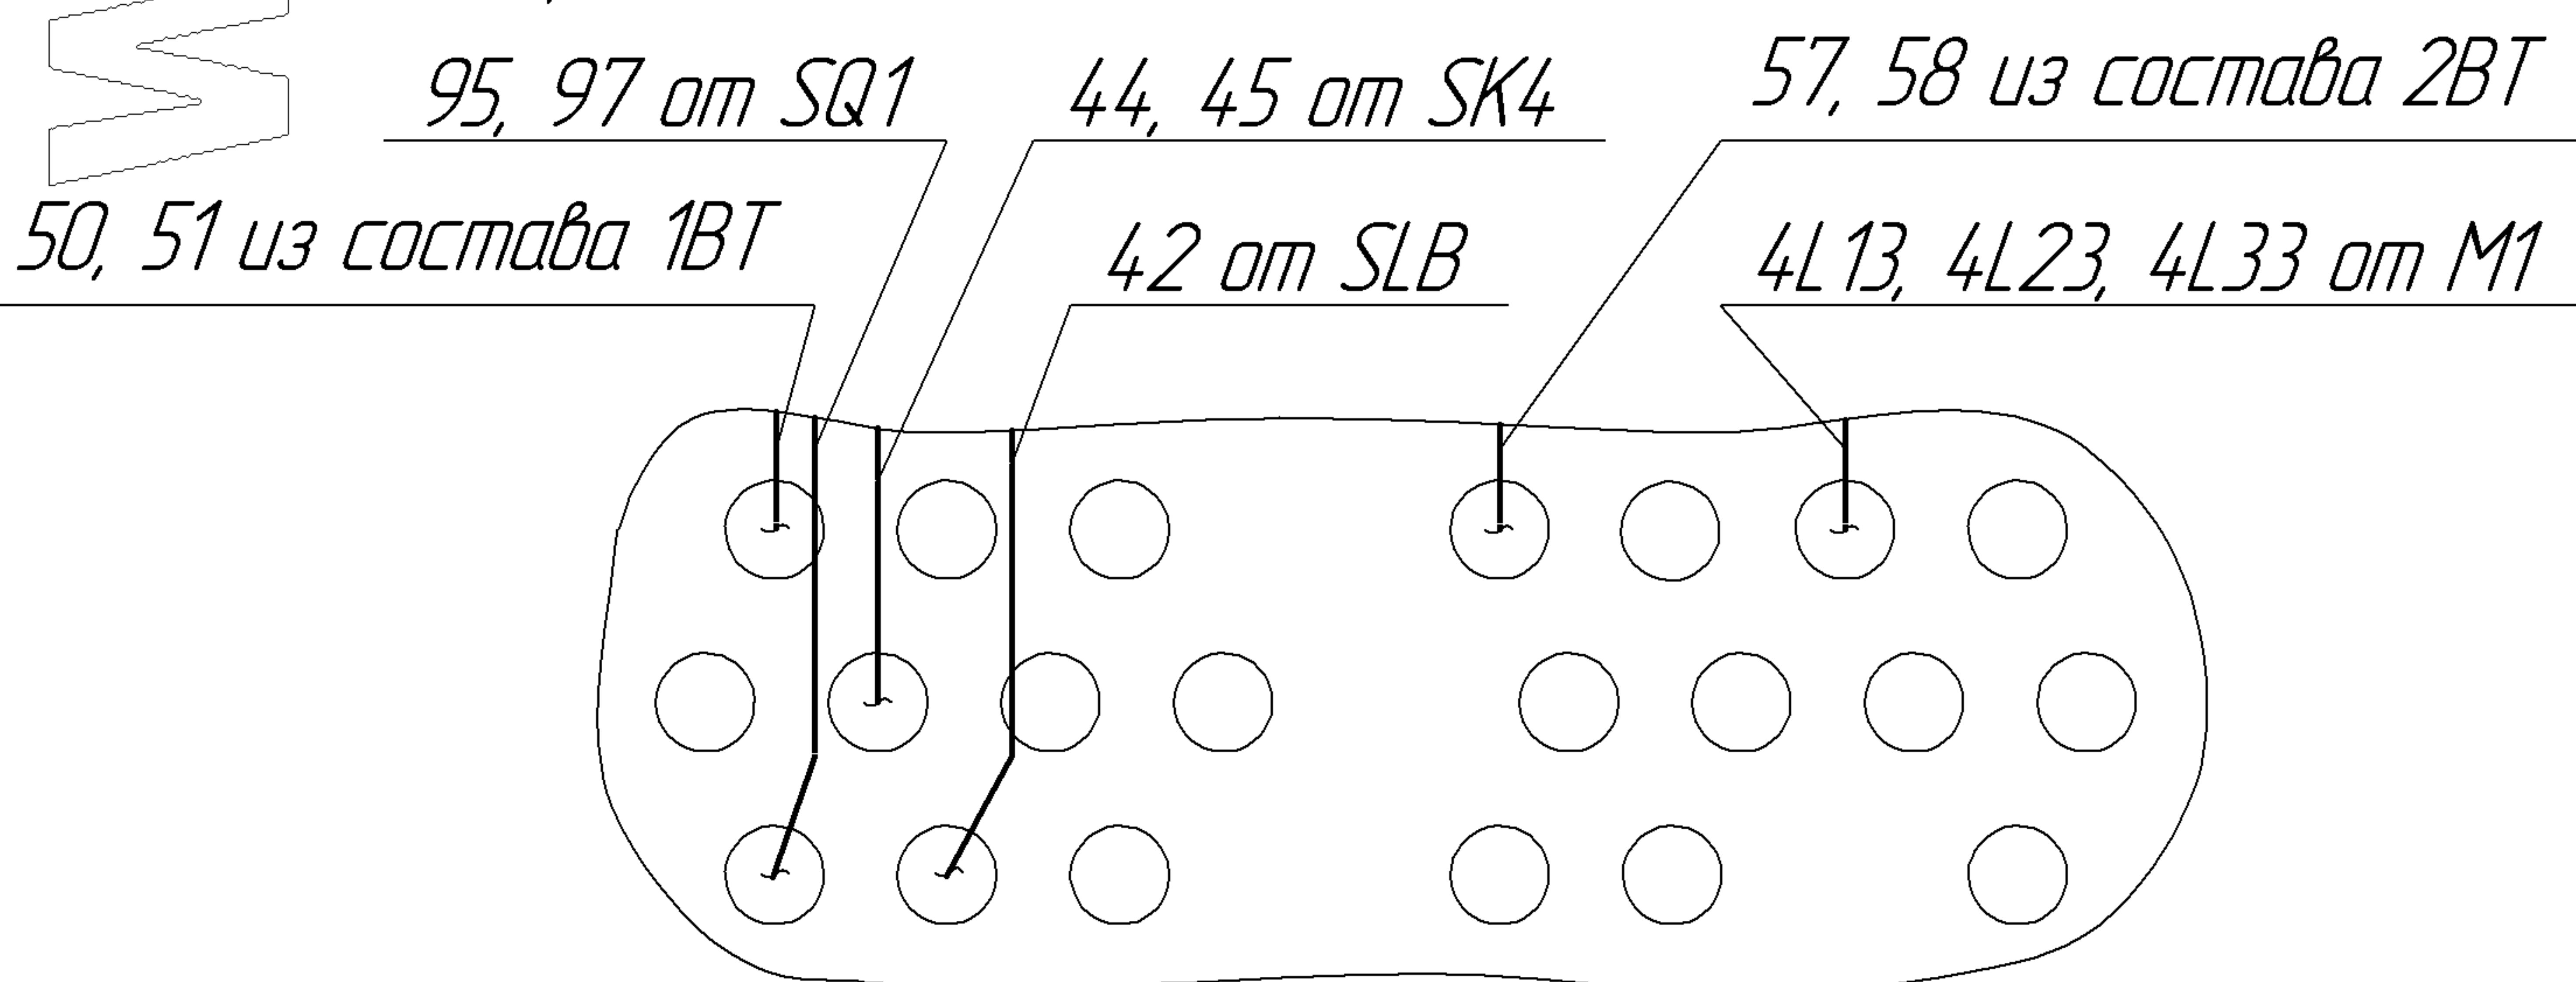

Рис. 38
60. Протянуть снизу внутрь левого электрошкафа, через уплотнения в дне, провода согласно рис. 38.